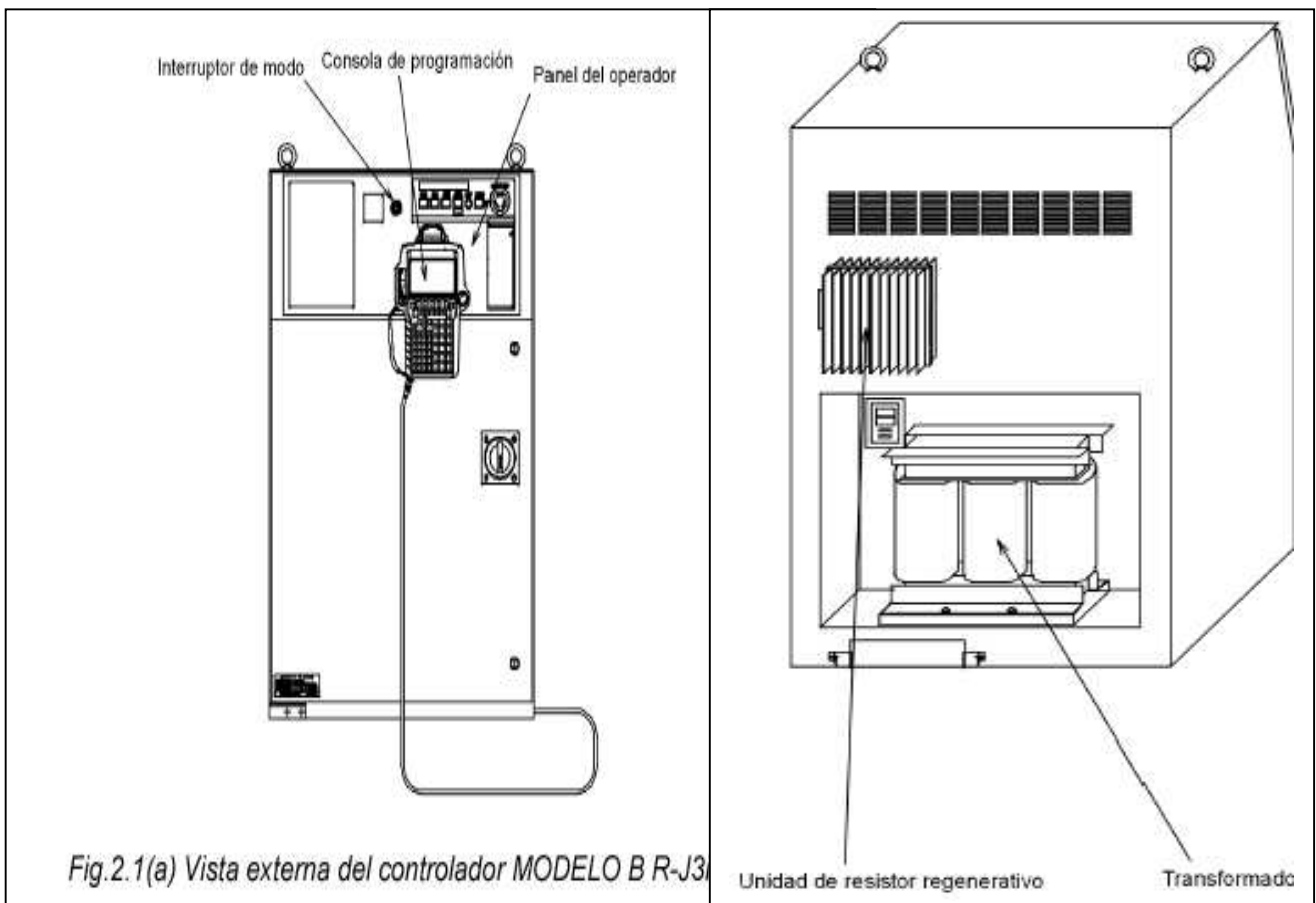

Fig.2.1(c) MODELO B R-J3i vista general del armario B (Parte trasera)
-La Fig.2.1 (b) y (c) muestran el MODELO B R-J3i consistente del controlador MODELO B R-J3i.